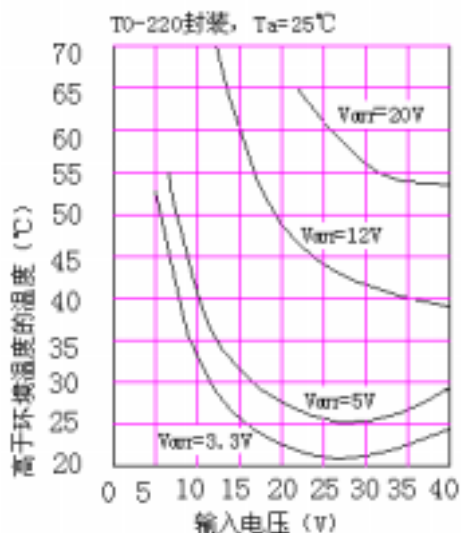

图 18
一般情况下，TO-220 (T) 封装需要散热片。散热片的尺寸由输入电压、输出电压、负载电流和环境温度决定。图 18 示出了负载电流为 3A，输入电压和输出电压不同时 LM2596 的温度高出环境温度的有关曲线。这些数据是在 LM2596 作为开关调节器在环境温度为 25℃ 时测出的，这些温度上升的数据都是近似的，而且有许多因素可以影响这些温度，环境温度越高，需要散发的热量也就越多。